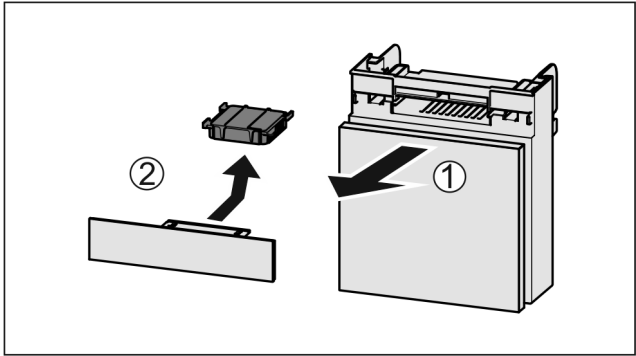

Fig. 192
- 向前拉出 Fig. 192 (1)抽屉。
- 取出 Fig. 192 (2)活性炭过滤器。